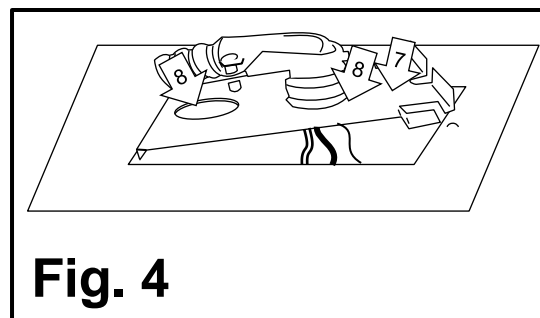

Fig. 4
9. Enlever une **entrée** (n° 8) dans la **plaque d'accès** (n° 7) et tirer les **fils d'alimentation luminaire** à travers l'ouverture du **entrée** (n° 8) [Fig. 4 et 5].